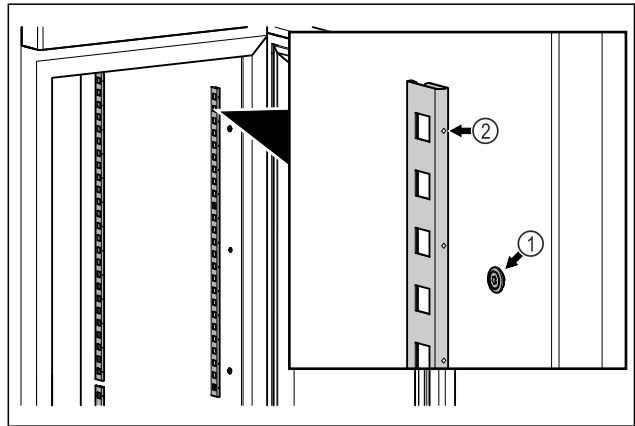

Fig. 85 Voorbeeld
- ▶ Vastzetstrips in de ophanging Fig. 85 (1) haken. Markering Fig. 85 (2) moet naar voren wijzen.